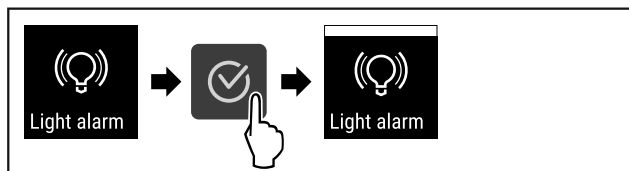

Fig. 97
- ▶ Eseguire i passi (vedere Fig. 97) .